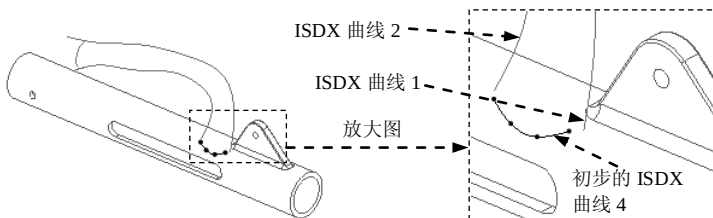

图 8.9.21 创建初步的 ISDX 曲线 4
(4) 创建初步的 ISDX 曲线 4。单击 **样式** 功能选项卡 **曲线** 区域中的“曲线”按钮 , 在操控板中单击  按钮, 绘制图 8.9.21 所示的初步的 ISDX 曲线 4, 然后单击操控板中的  按钮。
(5) 编辑初步的 ISDX 曲线 4。
① 单击 **样式** 功能选项卡 **曲线** 区域中的“曲线编辑”按钮 。选取图 8.9.21 中初步的 ISDX 曲线 4。